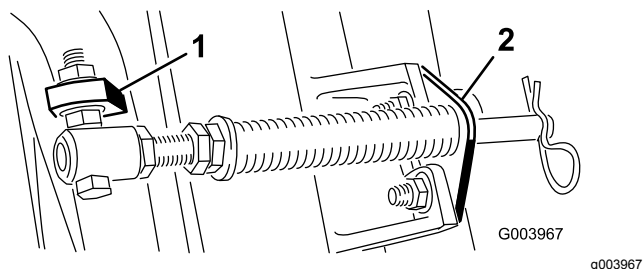
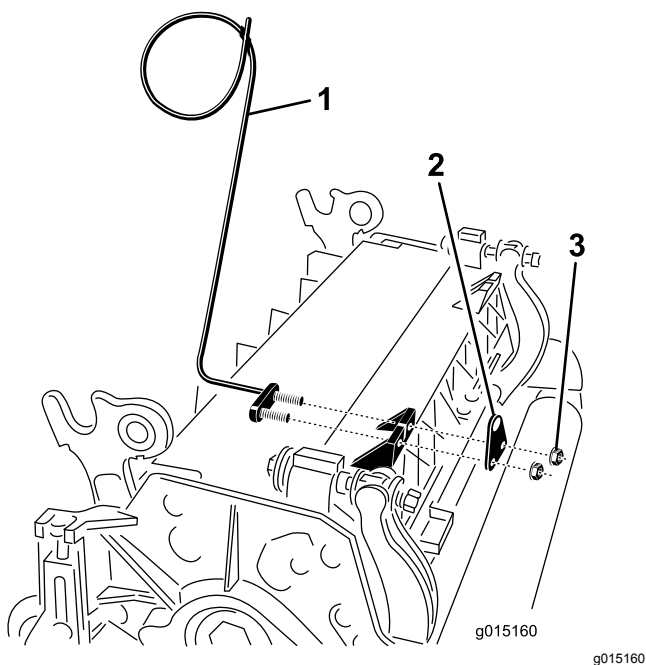

Figura 11
Figura 13
Nota: Coloque la cabeza del perno en el exterior de la pestaña, según se muestra en **Figura 11**.
- E. Monte el soporte de la varilla en las pestañas de la unidad de corte con los pernos de cuello cuadrado y las tuercas (**Figura 11**). En la unidad de corte, monte la guía de las mangueras de la izquierda en la parte delantera de las pestañas de la unidad de corte al instalar el soporte de la varilla (**Figura 13**).